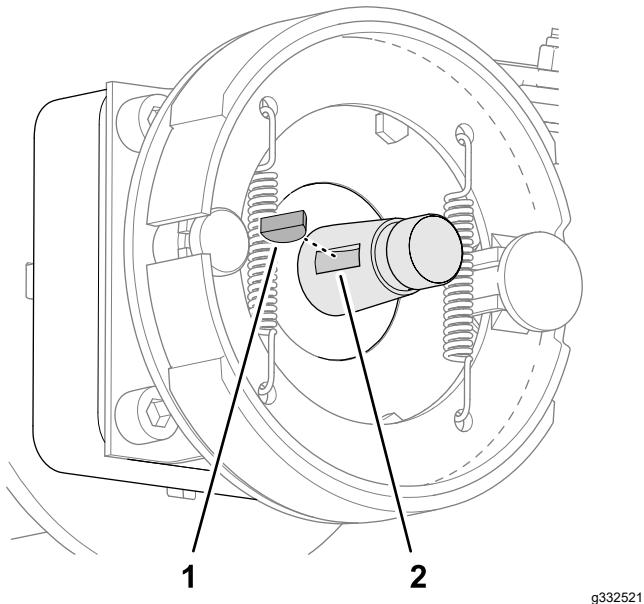

Figura 63
5. Quite la chaveta semicircular del eje del motor de rueda (Figura 63).